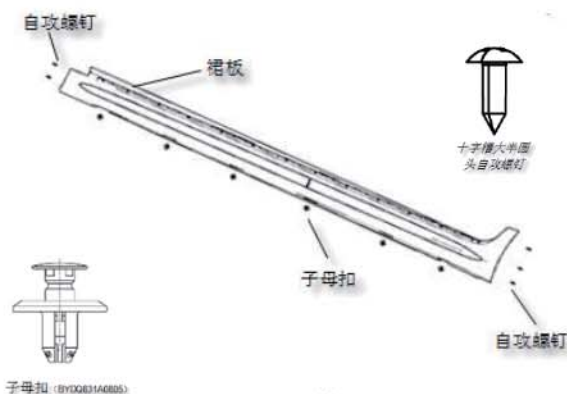

图 2-23
- (1) 用十字螺丝刀将车身后轮处 5 个自攻螺钉拆卸掉；
- (2) 用一字螺丝刀将于车身底部支架连接的 6 个子母扣拆卸掉，如图 2-23 所示；
- (3) 将裙板沿 Y 方向向外拉，即可完成裙板的拆卸；
- (4) 裙板的安装顺序与拆卸相反。